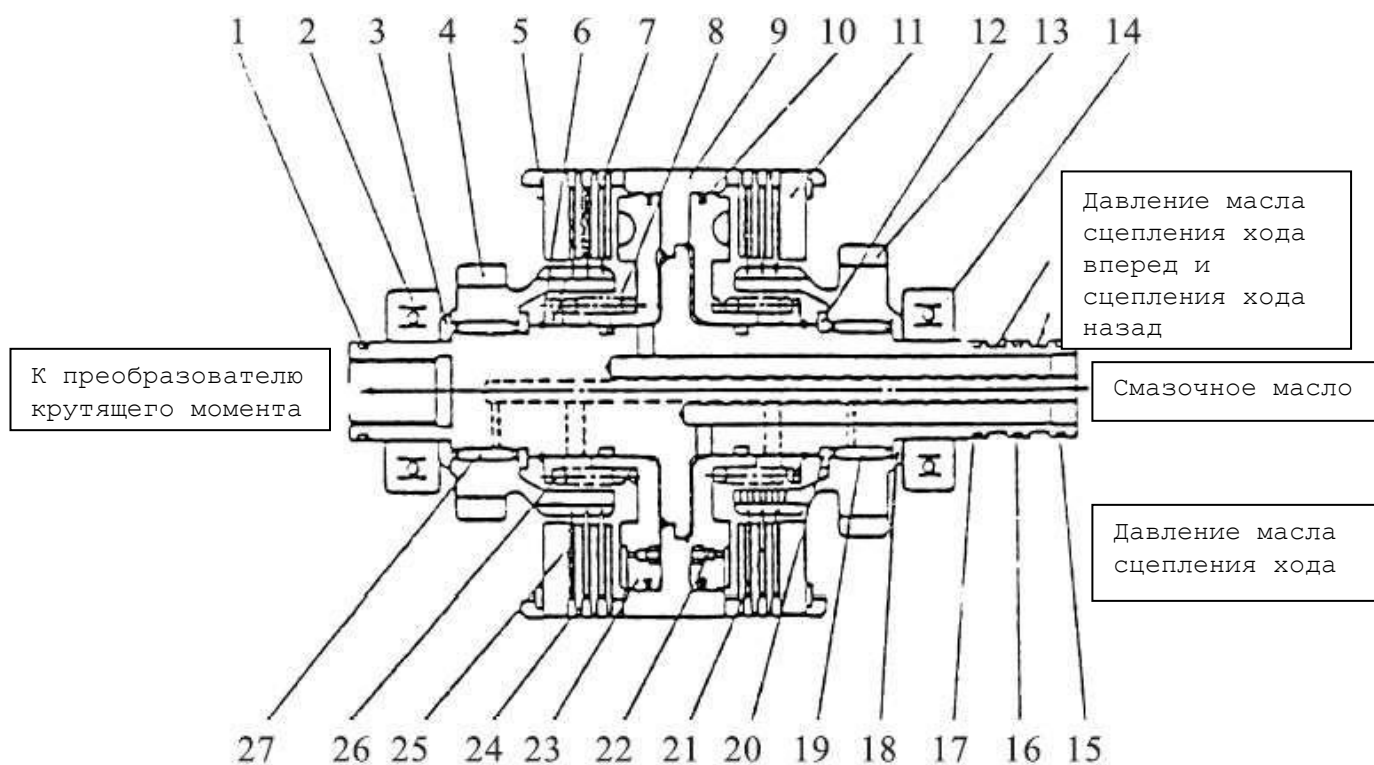

Рис. 5-3. Гидравлическое сцепление:
5.3. Гидравлическое сцепление (Рис. 5-3).